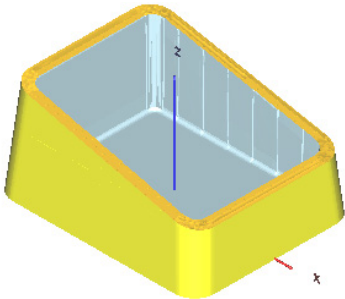

图 5-167 仿真模拟结果 (3)
8) 仿真模拟。单击“加工向导”工具栏上的“高级仿真”按钮，弹出“高级仿真”对话框，选中所创建的加工，单击确定按钮；在弹出的“Cimatron's Verifier”对话框中验证加工效果，如图 5-167 所示。